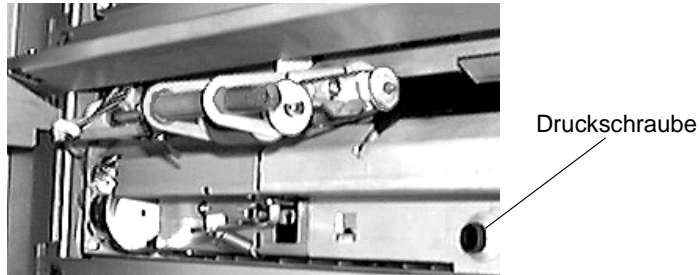

Abbildung 4-39 Position der Druckschraube
2. Die Stahlplatte über den Walzensatz des unteren Papierfachs wird über eine Druckschraube festgehalten. Abbildung 4-39 zeigt die Position dieser Druckschraube.